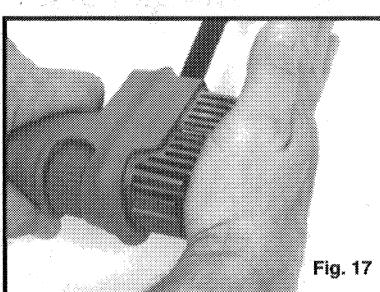

Fig. 17
- Alinee el regulador con el mango de la herramienta y acópelo a presión en su sitio (ver la Fig. 17).